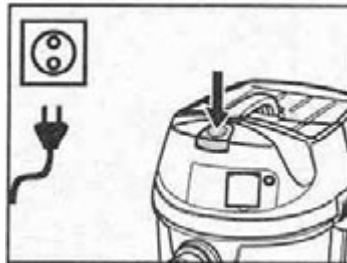

Fig 7
- Conectar el aparato y ponerlo en marcha (Fig. 7).